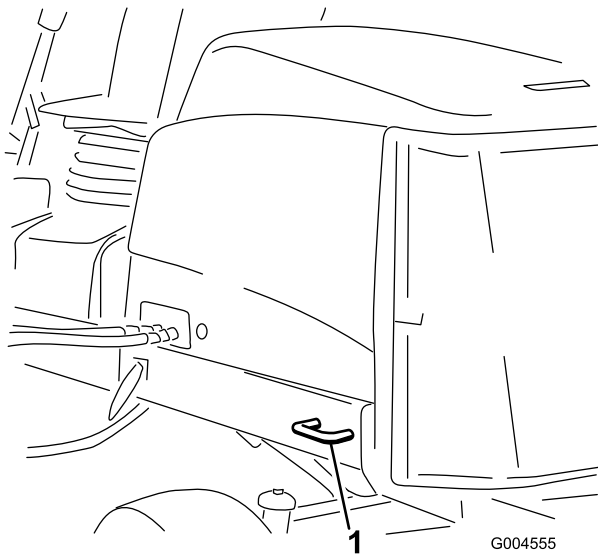

Figura 23
- **Parte trasera de la máquina** – en cada lado de la máquina, en el bastidor trasero (Figura 23).